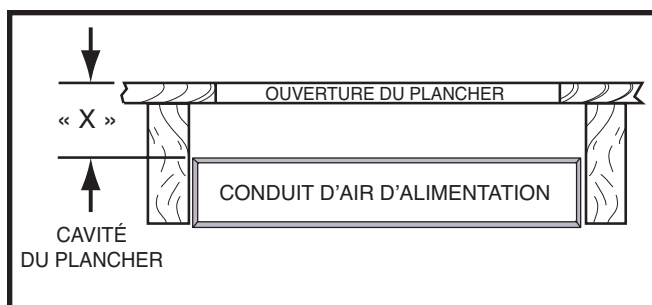

Figure 10. Cavité du plancher
4. Mesurez la distance entre le dessus du plancher et le dessus du conduit d'alimentation en air pour obtenir la profondeur de la cavité du plancher. **REMARQUE :** La profondeur de l'ouverture dans le plancher montrée par un « X » dans la Figure 10 \(page 8\) détermine le connecteur de conduit qui convient.